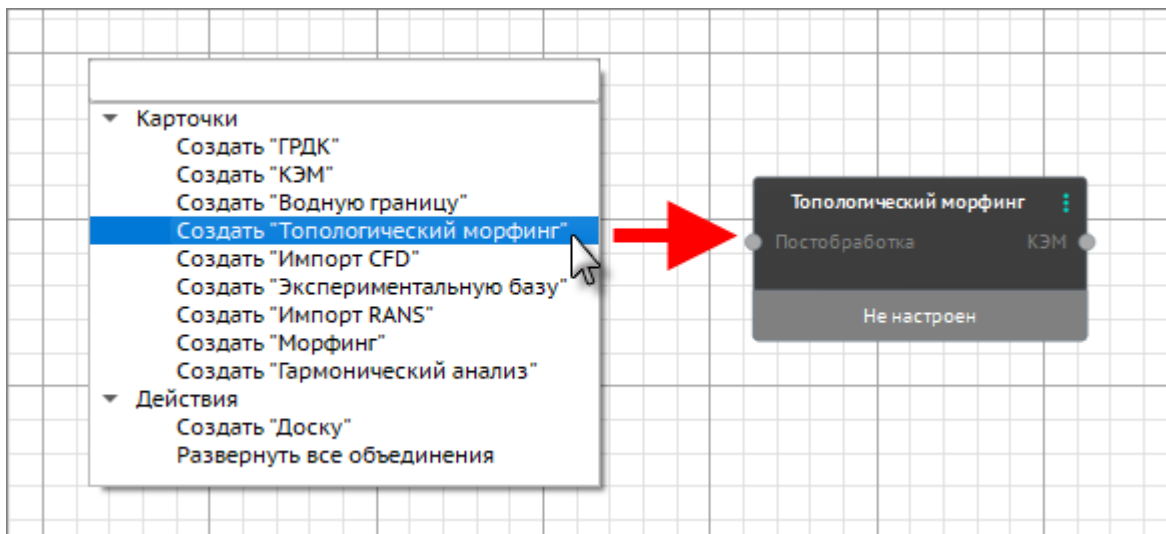

Рисунок 462 – Создание карточки «Топологический морфинг»
6. Далее правой кнопкой по рабочей области вызвать контекстное меню создания карточек. Выбрать команду «Создать Топологический морфинг» (Рисунок 462).